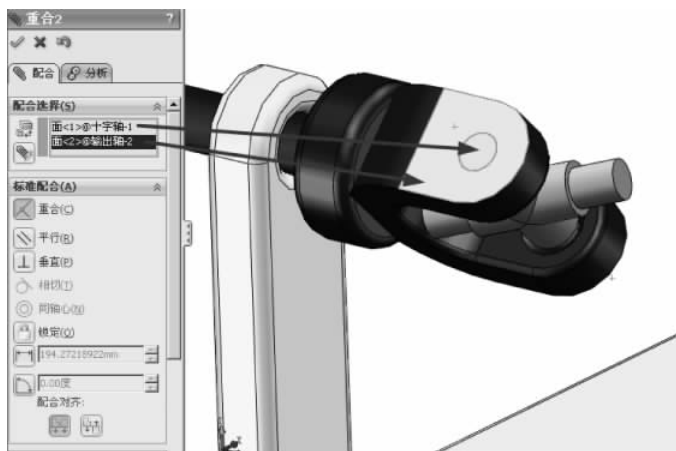

图 3-62 重合配合
(3) 单击【装配体】工具栏中的【配合】按钮 , 弹出【配合】的属性设置。选择【标准配合】选项组下的【重合】配合类型 , 在【要配合的实体】选择框  中选择如图 3-62 所示的面, 其他保持默认, 单击【确定】按钮 , 完成重合的配合。